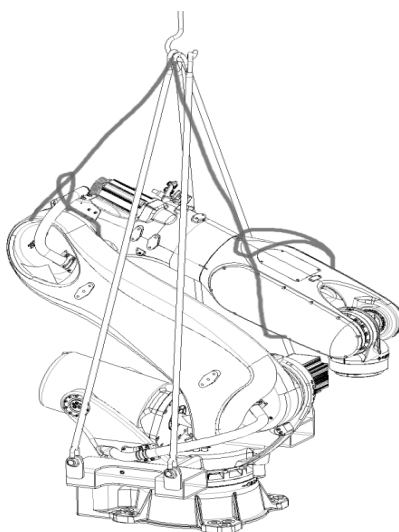

图 3.2.1
- (1) 必须把机器人调整到搬运姿态（参考图3.2.1）。
- (2) 锁紧机器人腰部的叉运治具的吊耳孔。
- (3) 用满足机器人搬运要求的吊带，穿过吊耳孔。
- (4) 在吊带与机器人本体有接触的地方，垫上缓冲材料。
- (5) 搬运时，必须缓慢平稳，防止机器人在搬运过程中晃动。